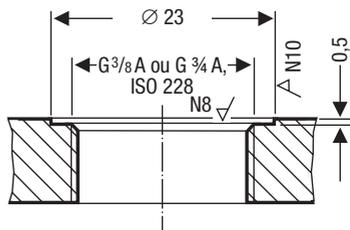

Fig. 3
- Les surfaces d'étanchéité du raccord fileté ou de la bride doivent être parfaitement usinées selon la Fig. 3 !
4. Contrôler les surfaces d'étanchéité. **Fig. 3**
5. Poser le joint fourni **2** sur la surface d'étanchéité du raccord fileté ou de la bride. **Fig. 3**